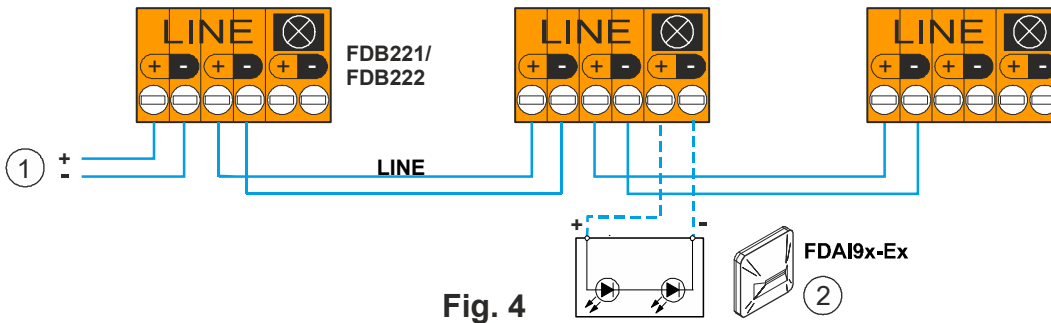

Fig. 4
- FDnet-Ex: See Fig. 4
- FDnet-Ex: Siehe Fig. 4